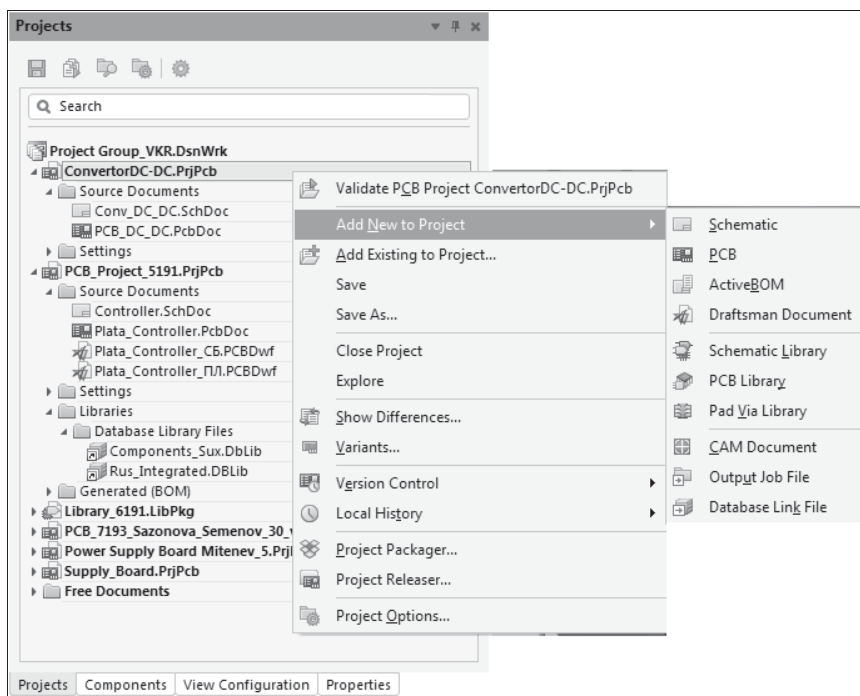

Рис. 1.4. Дерево документов и контекстное меню панели **Projects**
При запуске Altium Designer в главном окне открывается «домашняя страница» (Home Page) с информацией о последних обновлениях функционала программы и стопка панелей с активной, лежащей поверх остальных, панелью **Projects** (рис. 1.4), в главном поле которой отображена структура проектов последней из ранее обработанных групп.
1. Поставить курсор на имя проекта в плавающей панели **Projects** и щелчком правой кнопки мыши вызвать контекстное меню (см. рис. 1.4), в котором выбрать команду **Add New to Project** (Добавить новое к проекту) или **Add Existing to Project** (Добавить существующее к проекту).